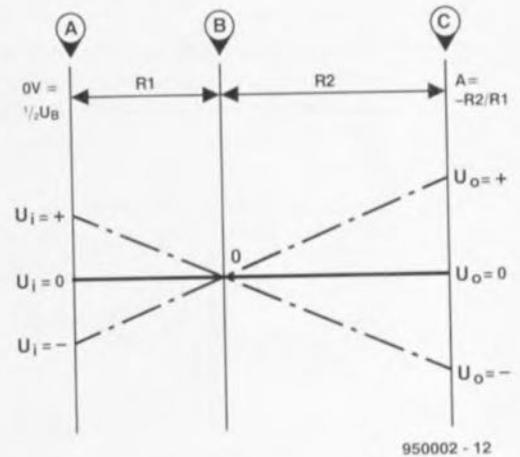
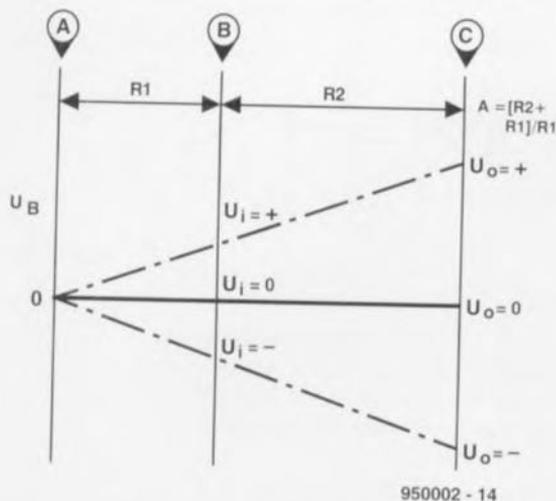

Figure 2. Réponse en tension d'un amplificateur inverseur. Les points A, B et C correspondent aux mêmes points de la figure 1.
Figure 4. Du fait que le point A fait office de « point zéro », la réponse en tension d'un amplificateur non-inverseur change complètement.
de mise en place des différents composants. Comme on peut voir dans la sérigraphie de l'implantation des composants de la **figure 2** le circuit imprimé comporte plusieurs îlots de soudure pour la connexion des broches du transformateur. On pourra donc faire appel à plusieurs types de transformateur encartable. La platine a été dessinée pour un nombre maximal de 4 LED. Si tant est que l'on envisage de se contenter d'un nombre moindre de ces composants lumineux, il suffit de remplacer les LED considérées comme superflues par un pont de câblage.
Figure 2. Représentation de la sérigraphie de l'implantation des composants de la veilleuse. La platine peut être mise sans le moindre problème dans un boîtier à fiche-secteur intégrée.
La formule $A = -R2/R1$ permet de déterminer le facteur de gain. Le graphique de la **figure 2**, visualisant, sous forme de courbes, le rapport entre les tensions d'entrée et de sortie, rend visuellement cette formule. Les points A, B et C correspondent aux points de même dénomination de la figure 1.
Du fait que la tension présente sur l'entrée inverseuse est toujours identique à (et déterminée par) l'entrée non-inverseuse, on aura, dans le cas d'un amplificateur inverseur, absence d'une variation de tension sur l'entrée inverseuse (cf. les courbes de la figure 2). En figure 2 on voit que les tensions d'entrée et de sortie varient toutes les deux, mais que la tension présente au point B reste constante.
L'évolution du graphique de la figure 2 illustre deux choses. Primo, on voit d'un seul coup d'oeil qu'il s'agit ici d'un amplificateur inverseur : dès que la ligne « de connexion » entre les tensions d'entrée et de sortie passe par le point zéro (B), on a inversion de polarité. Secundo, la figure 2 visualise nettement le principe de fonctionne-
Cette « légère » modification a des conséquences relativement importantes, comme l'illustre la courbe de la réponse en tension de la figure 4. Le « point d'application » A de la figure 2 s'est transformé ici (figure 4) en un point « de rotation » et le point d'application se situe maintenant entre A et C. Bien que l'amplitude du point C par rapport au « zéro » soit plus importante que celle du point B (en raison du gain bien entendu), il évolue dans la même direction (polarité). On n'aura donc pas, dans le cas de cet amplificateur-ci, d'inversion de polarité. Les tensions d'entrée et de sortie ont la même polarité : il s'agit donc bien d'un amplificateur non-inverseur.